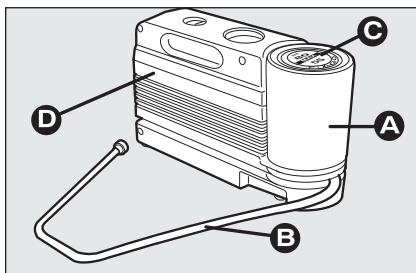

Рис. 7
Ниже приведен состав комплекта (рис. 7).
- Компрессор **D** (рис. 7), оснащенный манометром и наконечником для подключения к вентилю шины.